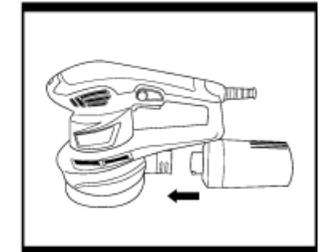

Fig. 5
4. RECOLECTOR DE POLVO (Fig. 5)